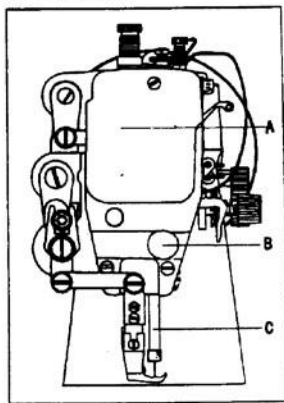
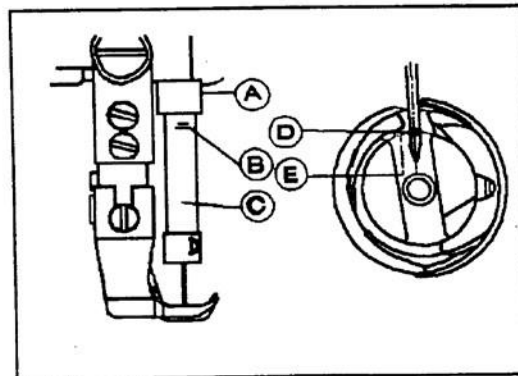

Рис. 17.
Рис.18.
A. Регулировка положения иглы (см. рисунок 17).
- 1) Поверните маховик рукой так, чтобы стержень лапки (C) достиг самого нижнего положения.
- 2) Удалите резиновую заглушку с фронтальной пластины (A).
- 3) Ослабьте установочный винт (B) держателя стержня лапки.
- 4) Переместите стержень лапки (C) вертикально, чтобы провести синхронизацию иглы. 5) По окончании регулировки, затяните установочный винт (B) и вставьте резиновую заглушку. Стандартная синхронизация иглы (см. рисунок 18) – это когда совмещаются метка синхронизации (B) на стержне лапки и нижняя часть втулки стержня лапки (A), и в то же время, совмещаются внутренняя поверхность (E) челнока и центр игольного ушка (D) в тот момент, когда стержень лапки опускается в самое нижнее положение.